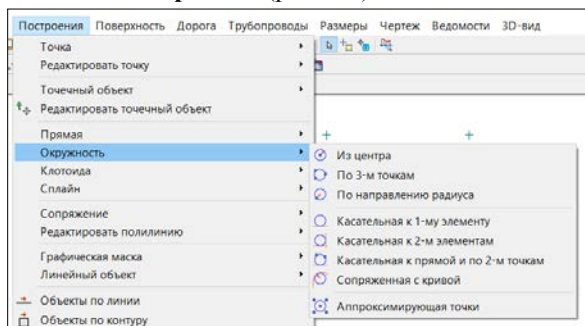

Рис. 8.3
- На сложных участках трассы лучшим решением является использование опорных элементов для проработки оптимального варианта трассирования. В качестве таких элементов могут применяться прямые, окружности, клотоиды и сплайны. Для их последующего сопряжения предусмотрены различные методы и схемы, в том числе и гладкие С- и S-образные сопряжения. Все команды по созданию и редактированию опорных элементов собраны в меню **Построения** (рис. 8.3).